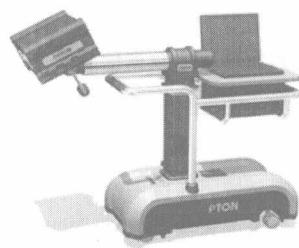

图 1-3 非接触 3D 测量仪
(2) 非接触式测量方法。该测量方法一般都是应用光学和激光的原理进行的，如图 1-3 所示。非接触式测量方法近几年来发展速度很快，采用该测量方法获得的数据一般都是大量无序高密度的点云，适合于测量具有复杂曲面，对材质没有要求的物体。